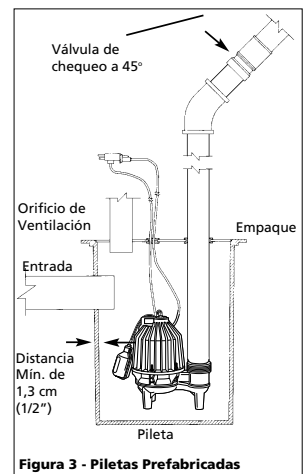

Figura 3 - Piletas Prefabricadas
- Esta bomba tiene un interruptor/ flotante desmontable con un enchufe incorporado (vea la figura 3). La longitud del cordón entre el flotante y la abrazadera no debe ser menos de 8,25 cm (3-1/4") de pulgadas y no se debe usar en una pileta de menos de 35,6 cm (14") de diámetro. Si va a usar un diferencial diferente al fijado de